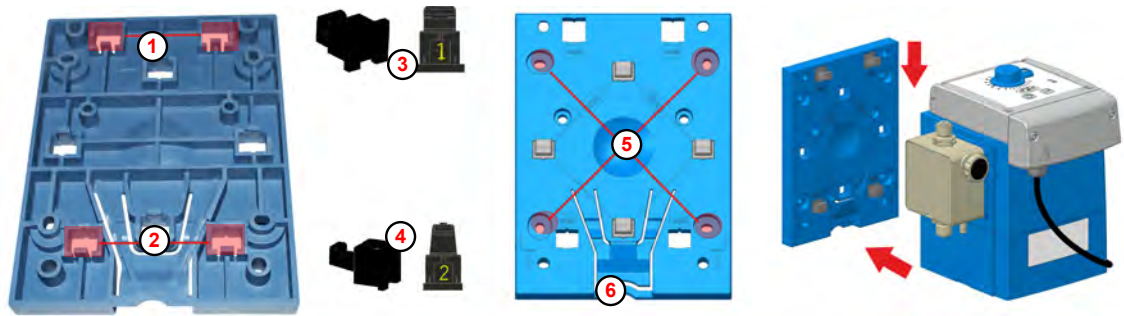

Fig. 15: Predisposizioni per il montaggio a parete
*Le aperture per il montaggio a parete (Fig. 15 , ① e/o ②) sono contrassegnate con il numero 2 sul lato inferiore della piastra di montaggio.